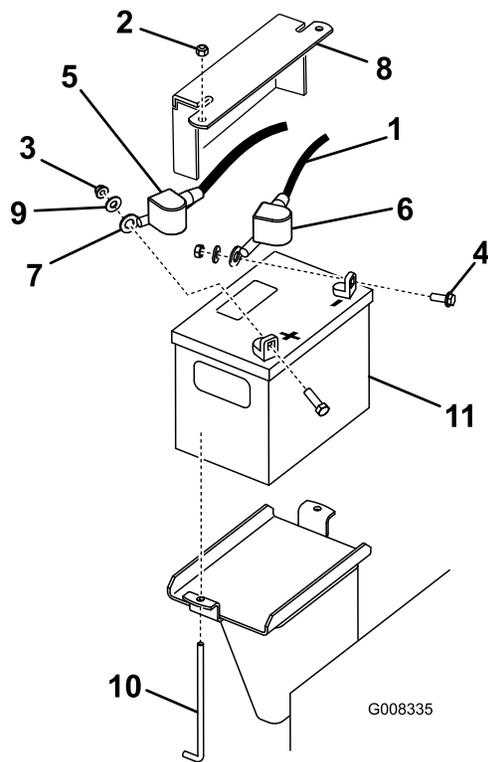

Рисунок 42
3. Снимите с отрицательного кабеля черный резиновый чехол. Отсоедините отрицательный кабель от отрицательной (-) клеммы аккумуляторной батареи (Рисунок 42).
и болтом (Рисунок 42). Наденьте на полюсный штырь резиновый чехол.
4. Снимите с положительной клеммы аккумулятора красный чехол. Затем снимите положительный (красный) кабель (Рисунок 42).
5. Снимите прижим, крючковые болты и контргайки, которые крепят аккумуляторную батарею (Рисунок 42), а затем снимите аккумуляторную батарею.
1. Установите аккумуляторную батарею на машину (Рисунок 42).
3. Сначала установите положительный (красный) кабель на положительную (+) клемму аккумуляторной батареи и закрепите гайкой, шайбой и болтом (Рисунок 42). Наденьте на полюсный штырь резиновый чехол.